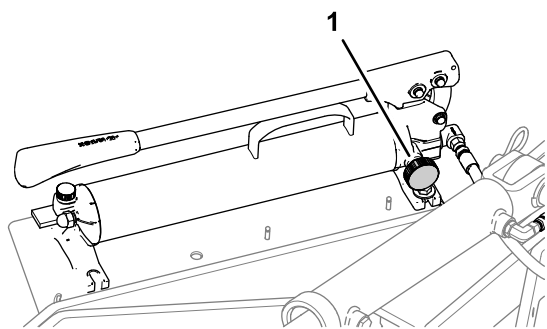

Figura 21
- Chiudete la valvola alla base della pompa idraulica manuale (Figura 21) e azionate la maniglia di comando della pompa fino a quando il perno di bloccaggio non ruota nella staffa della barra di bloccaggio.
6. Chiudete la valvola della pompa idraulica manuale (Figura 21) e azionate la maniglia di comando della pompa per sollevare l'arieggiatore nella posizione di trasferimento.